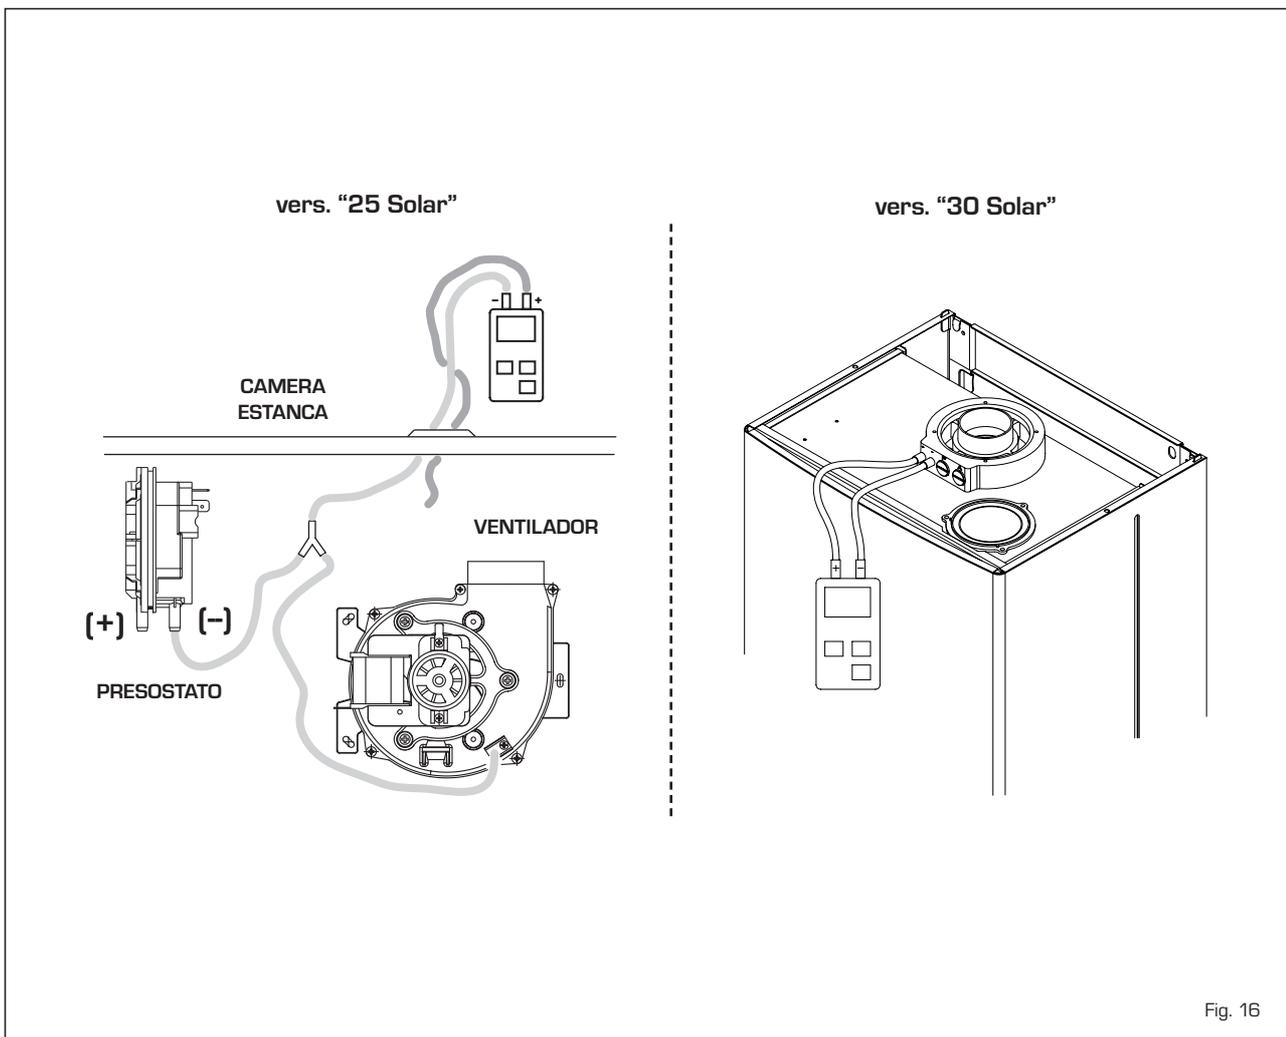

Fig. 16
3.5 PRESOSTATO DE HUMOS (fig. 16)
El valor de señal al presóstato se mide con un manómetro diferencial conectado como se indica en la fig. 16.